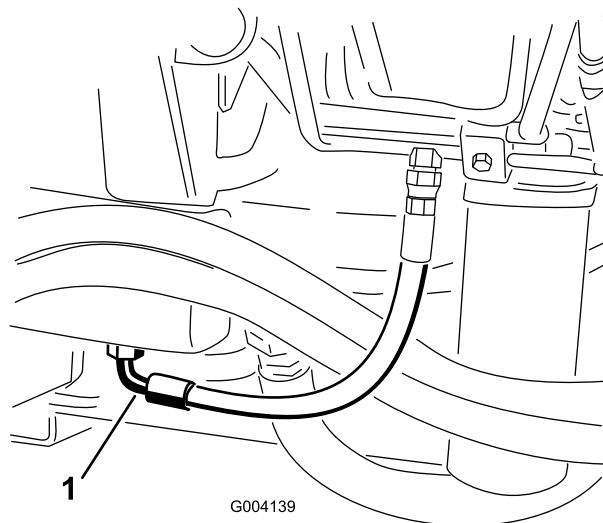

図 56
2. タンク 図 56 の下についているフィッティングの下に、オイルを受ける大型の容器を置く。